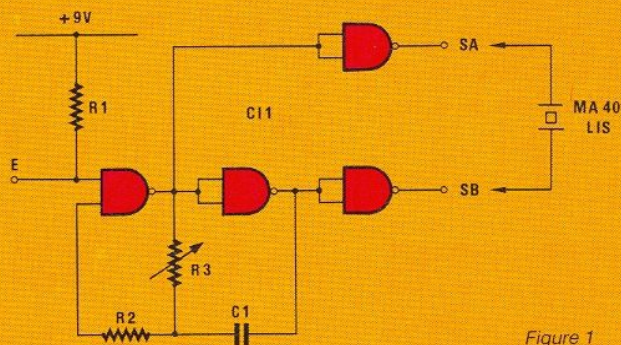

Figure 1
**L**e schéma de la **figure 1**, malgré sa simplicité, est assez universel : il délivre en effet deux signaux rectangulaires à 40 kHz en **opposition de phase**, ce qui permet de quadrupler la puissance en cas d'utilisation d'un transducteur à ultrasons.